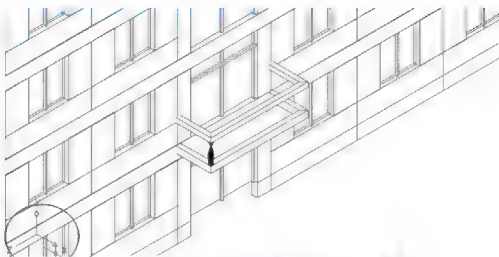

图 6.53 “花瓶”的三维视图
(5) 执行菜单栏中的【视图】|【视口】|【合并】命令。
① 在选择主视口 \swarrow 当前视口：提示下，按 Enter 键，表示选择当前视口。
② 在选择要合并的视口：提示下，在另外一个视口内单击，这样又将两个视口合并为一个视口。
(6) 执行菜单栏中的【视图】|【三维视图】|【西南等轴测】命令，结果如图 6.53 所示。
(1) 注意观察图 6.53 内的坐标系，需将其调整为世界坐标系。